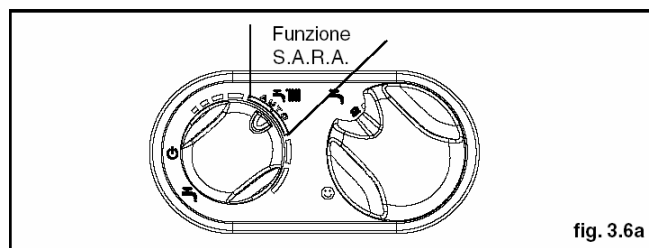

fig. 3.6a
Функция S.A.R.A. (Система Автоматического Регулирования Температуры в помещении) – рис. 3.6a
- Быстро мигает, загораясь на короткое время (с частотой раз в 0,1 секунды), вход/выход функции S.A.R.A. (Система Автоматического Регулирования Температуры в помещении) – рис. 3.6a. Если установить регулятор температуры воды в системе отопления в сектор, отмеченный надписью AUTO – то есть значение температуры находится в диапазоне от 55 до 65°C – включится система автоматического регулирования S.A.R.A.: котел начнет изменять температуру воды в подающем трубопроводе в зависимости от сигнала, идущего от термостата температуры в помещении.